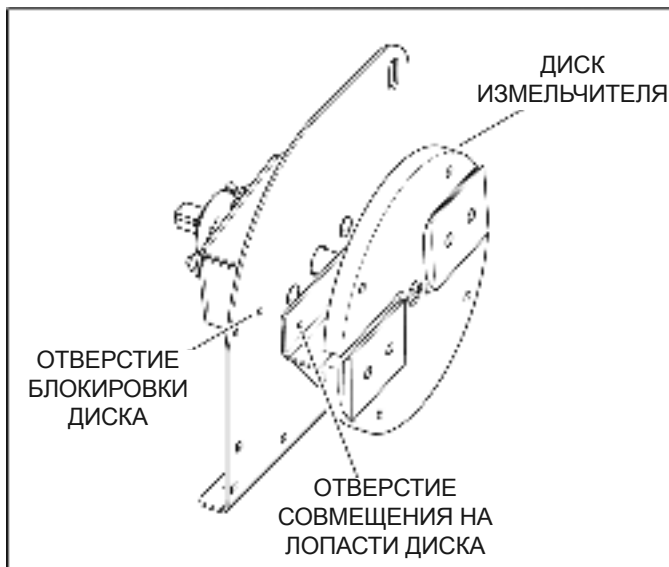

Рис. 5.1. Блокировка диска
При работе на узле диска в обязательном порядке применяйте блокировочный механизм (рис. 5.1). Выполните операцию по пунктам по установке блокировки диска, как показано ниже:
2. Поверните диск измельчителя таким образом, чтобы отверстие на лопатке измельчителя совпало с отверстием на корпусе измельчителя (рис. 5.1).